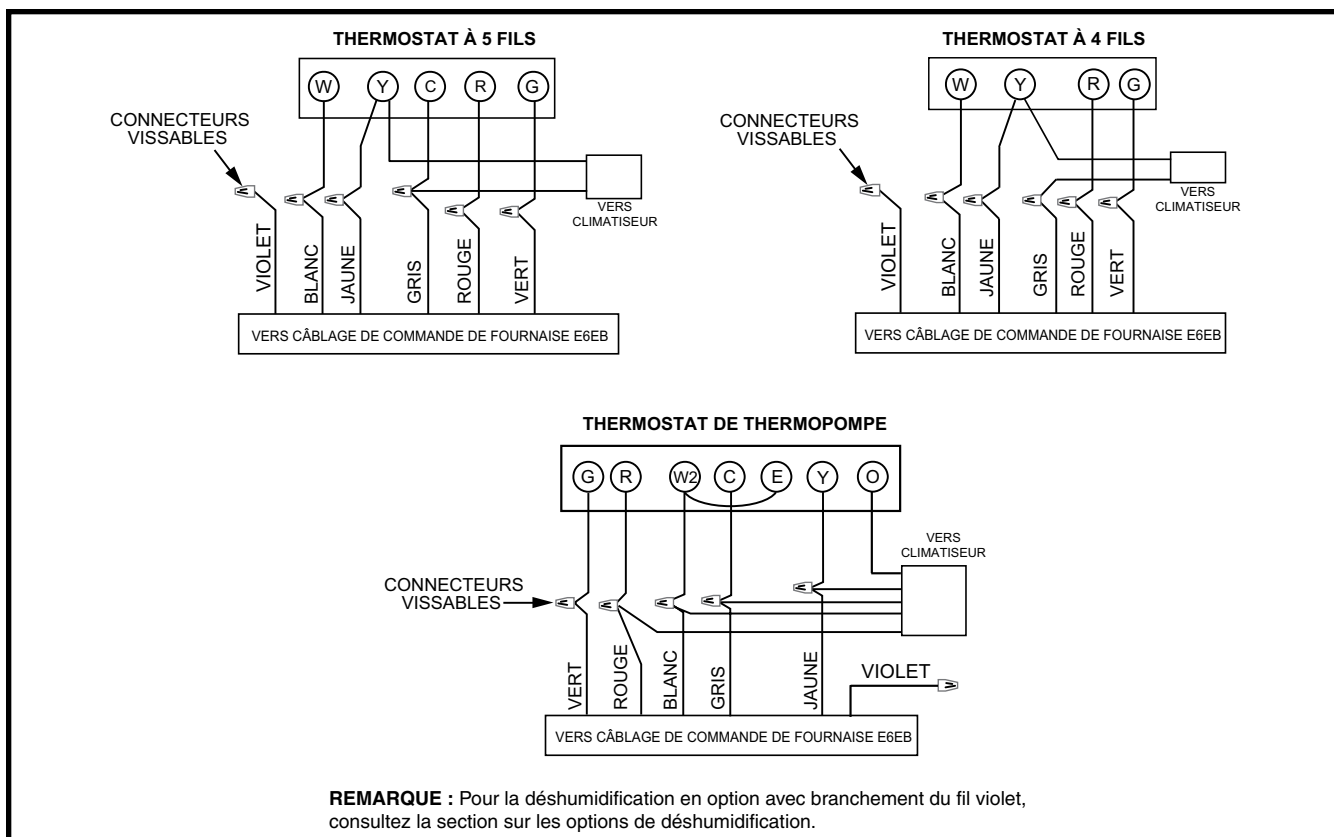

Figure 20. Raccordements de thermostat E7
- Le thermostat doit être monté à environ 1,5 m (5 pi) au-dessus du sol sur un mur intérieur. N'installez PAS le thermostat sur un mur extérieur ou à tout autre emplacement où la chaleur rayonnante d'un foyer, la lumière du soleil ou les appareils d'éclairage et la chaleur par convection des registres à air chaud ou des appareils électriques pourraient avoir une incidence négative sur son fonctionnement. Consultez la feuille de directives du fabricant du thermostat pour obtenir les renseignements de montage détaillés. Voyez la Figure 20 \(page 16\) pour les branchements de thermostat typiques.
**REMARQUE :** L'installation d'un circuit de thermostat à quatre fils est une exigence minimale, mais l'installation d'un circuit à cinq fils est recommandée pour l'ajout futur d'un thermostat de chauffage/climatisation. Tous les fils de thermostat non utilisés doivent être bien recouverts. Voyez la Figure 20 \(page 16\) pour différents branchements de thermostat.